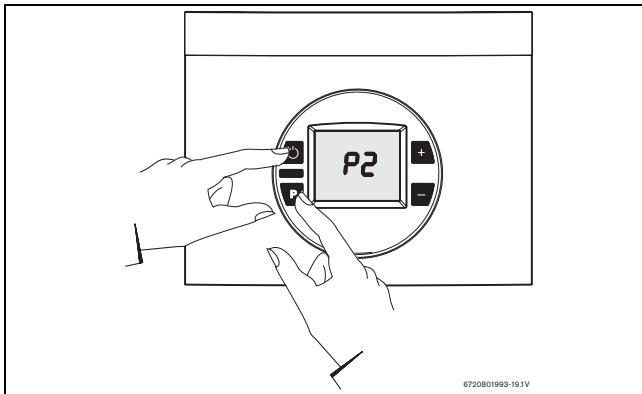

Рис. 46
- ▶ Утримуючи натиснутою кнопку програмування («Program»), увімкніть апарат вимикачем (see Рис. 46).